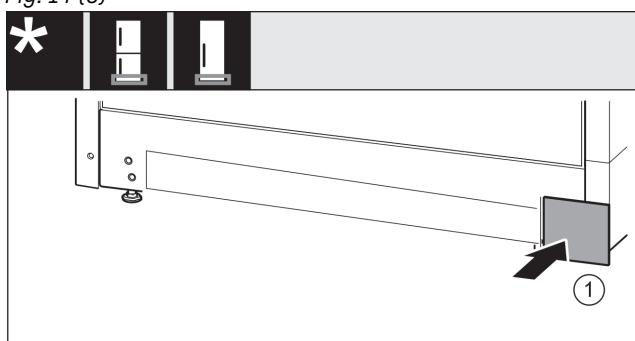

Fig. 15
- Așezați apărătoarea din nou pe cealaltă parte. Fig. 15 (1)